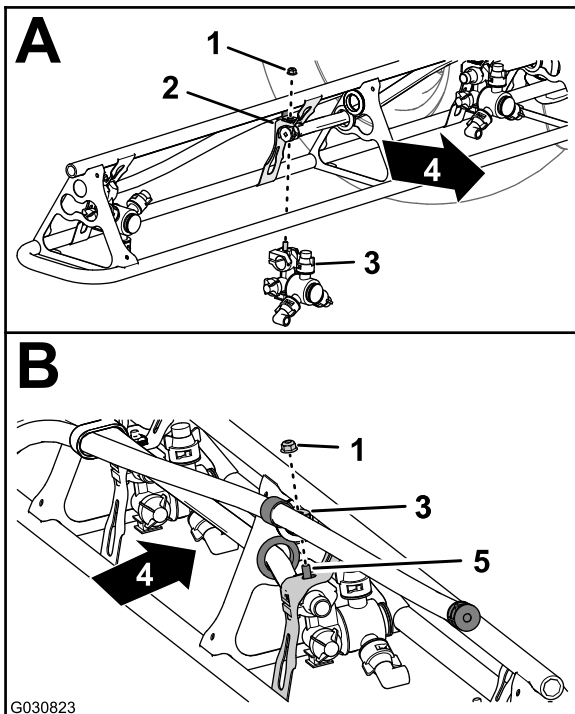

Figura 144
- En las posiciones de las boquillas 1 y 4, monte la boquilla de fumigación en el soporte de boquilla (Figura 144, A) con la contratuerca con arandela prensada (5/16") que retiró en el paso 2 de Retirada de las boquillas de fumigación de las secciones de brazos exteriores (página 64).
- En las posiciones de las boquillas 2 y 3, monte la boquilla de fumigación en el soporte de boquilla (Figura 144, A y B) con la contratuerca con arandela prensada (5/16") que retiró en el paso 2 de Instalación de las boquillas de fumigación en las secciones de brazos exteriores (página 69).